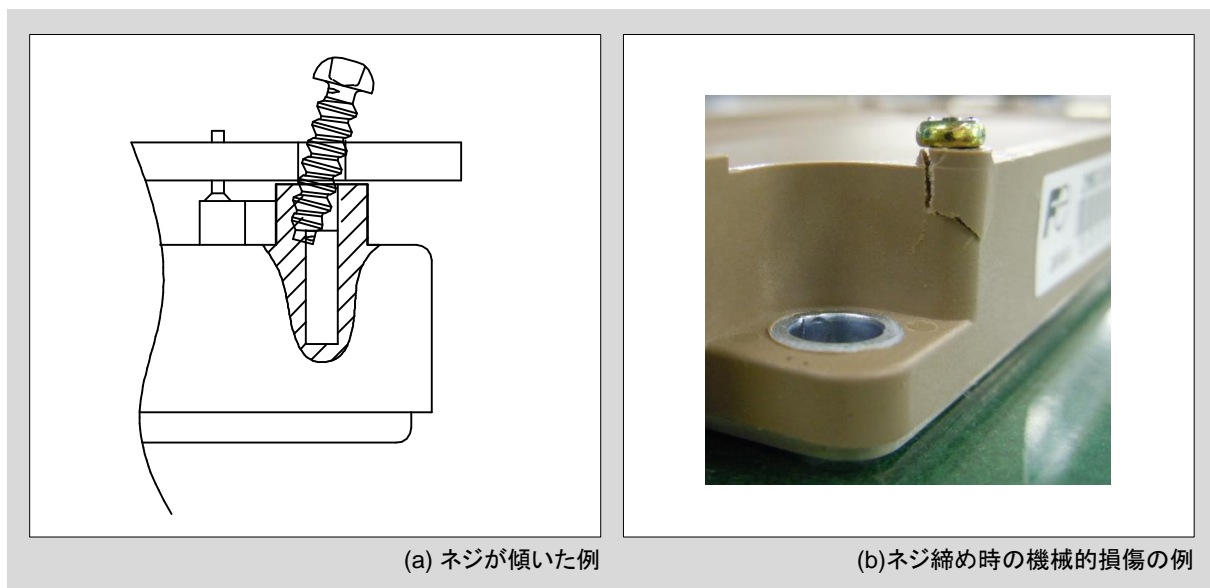

図6 ネジ締めの悪い例
5. 手動でのネジ締めを推奨いたします。電動ドライバーや自動でネジ締めを行う場合は、機械的損傷を避けるため、ドライバーの選定や実装工程の各パラメータの最適化を行い、製品に損傷が無きことをご確認下さい。電動ドライバーや自動でネジ締めを行う場合、回転速度が300rpmを超えないようにご注意ください。ネジ締めの悪い例を図6に示します。